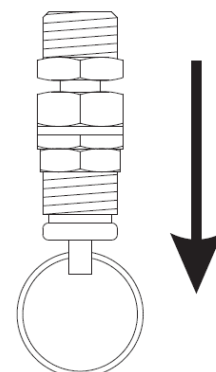

Abb. 17: Zugring am Überdruckventil
- ◆ Ziehen Sie vorsichtig den Zugring (Abb. 17:)